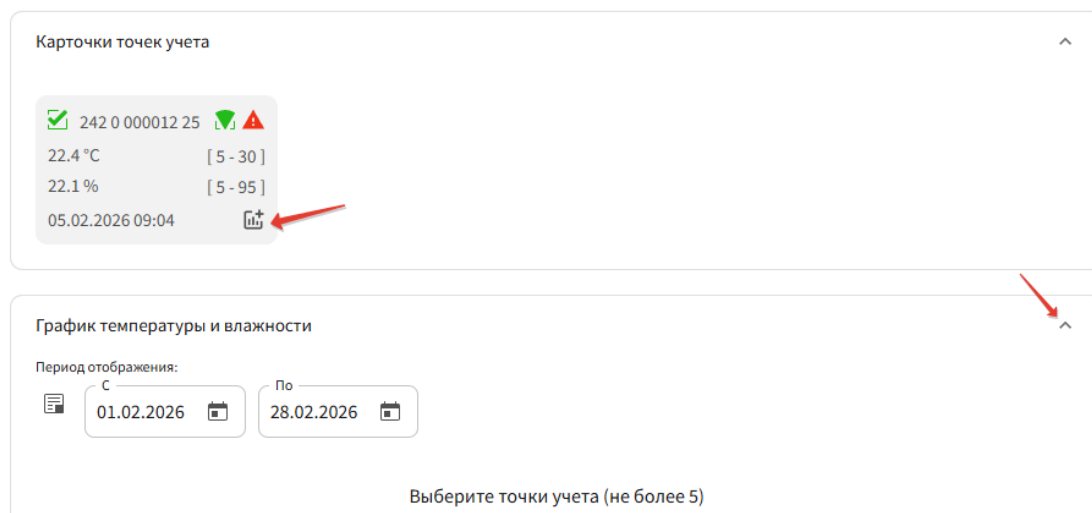

Рисунок 42 – Добавление точки учета для построения графика температуры и влажности
– *график температуры и влажности* (по умолчанию свернут) – график параметров ТВР за выбранный период времени. Для добавления точки учета на график, после нажатия на кнопку раскрытия информационного блока (Рисунок 42) необходимо нажать на кнопку  на карточке точки учета.